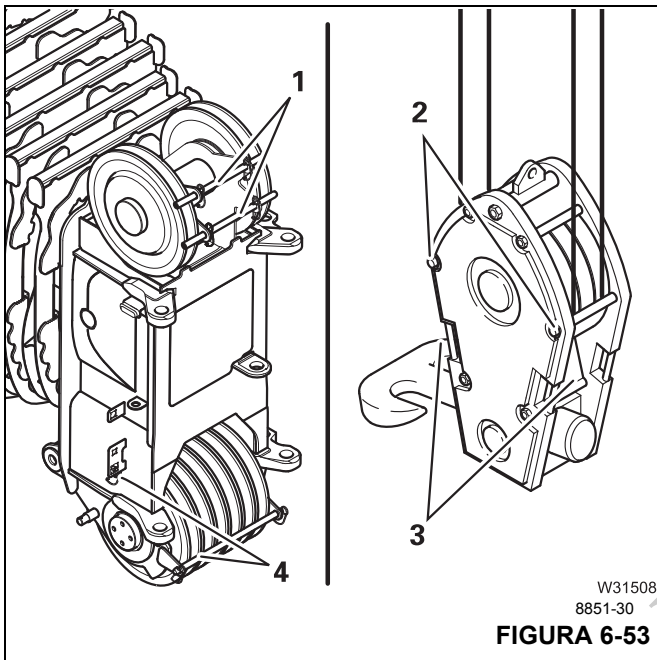

FIGURA 6-53
- Inserte las varillas (1, Figura 6-53) y (4).